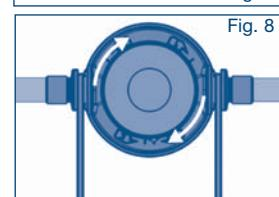

Fig. 8
- Existen cuatro posibilidades de ajuste del bypass. El ajuste de fábrica del bypass es "2". El bypass/mezcla se pueden ajustar girando la caperuza de la cabeza filtrante (consulte la Fig. 8). Gire la caperuza hacia la izquierda o hacia la derecha hasta que la marca señale el valor deseado y la caperuza encaje.
① NOTA!